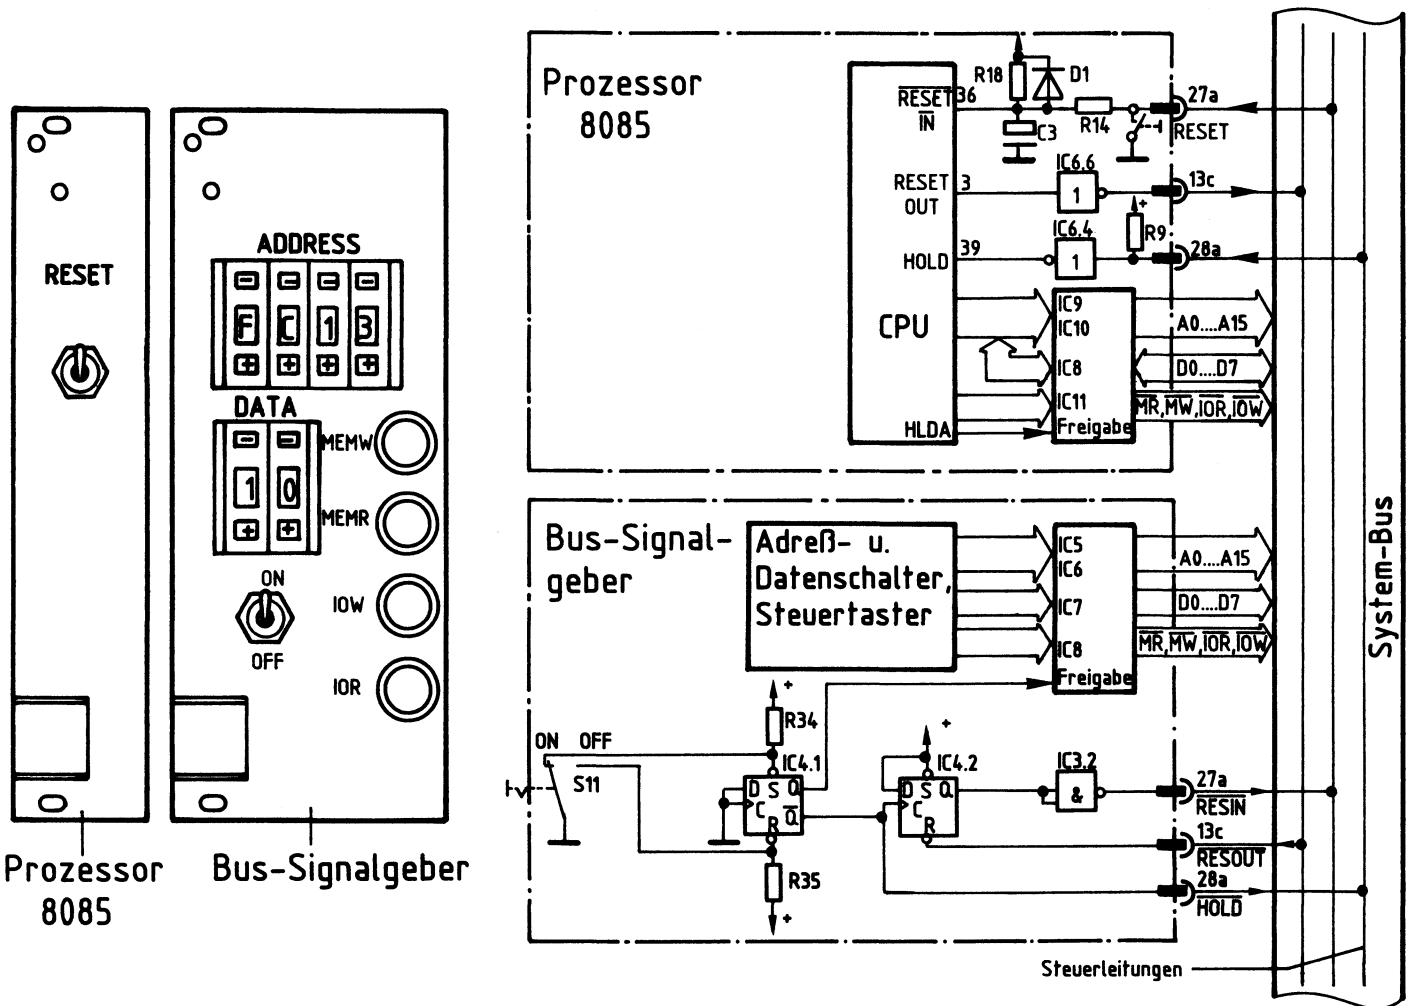

Bild 12: Frontplattenansichten und Blockschaubilder der Baugruppen "Prozessor 8085 und Bus-Signalgeber".
#### 3.3.1. Das Zusammenwirken der Baugruppen "Prozessor 8085" und "Bus-Signalgeber" (siehe Bild 12)
- ON/OFF-Schalter in Stellung ON (siehe Bild 12):